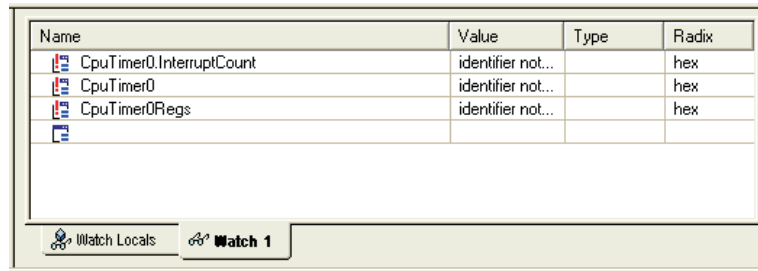

图 4. 280x CPU 定时器示例监视窗口
- Step 7. 为了监视此项目中所关心的变量，定位至 GEL menu-> DSP280x CpuTimerExample-> Load Setup_WatchWindow。监视窗口将出现在 Code Composer Studio 窗口的右下角，其中显示了如图 4 中所示的一些 CPU 定时器变量名称。这可以通过在源代码中突出显示任一变量名称来完成，右键点击，然后选择“添加到监视窗口” ("Add to Watch Window")。